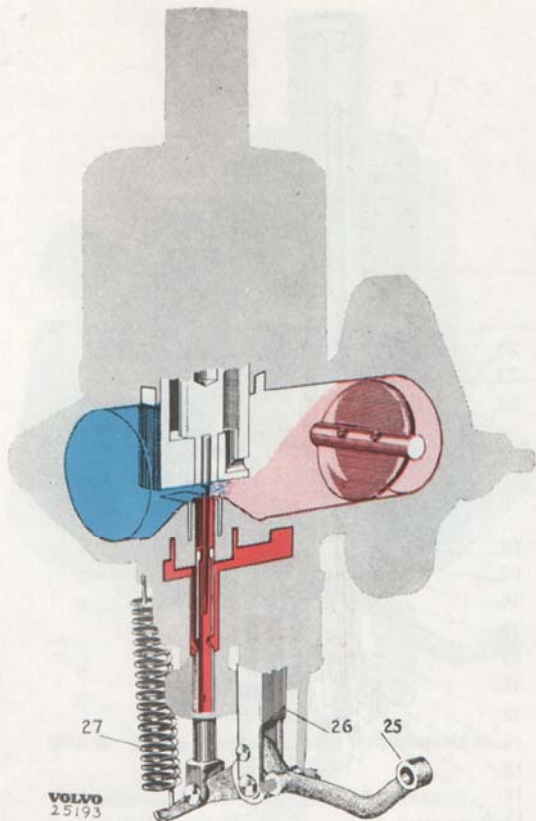

Bild 9. Förgasare, kallstart.
För att berika bränsleluftblandningen vid start av kall motor har förgasaren en anordning (bild 9) varmed munstycket kan sänkas. Då munstycket sänkes erhålles större genomströmningsarea för bränslet, eftersom bränslenålen i munstycket är konisk. — Något chokespjäll finnes ej på förgasaren.
Vid start av kall motor, drages ytterändan av hävarmen (25 bild 9) uppåt med hjälp av ett reglage, varvid rörelsen överföres via länken (26) så att munstycket, som är sammankopplat med hävarens inre ända, drages nedåt. Rörelsen begränsas av en hake på hävarmen och återgång till normalläge erhålles av returfjädern (27) då reglaget skjutes in.